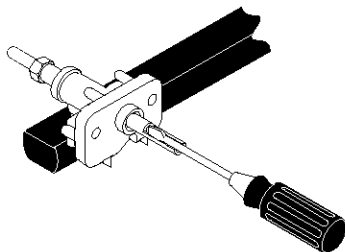

Figura 12
4. Ajuste de la Posición LOW (BAJA) Para la Válvula del Quemador Superior (Figura 12)